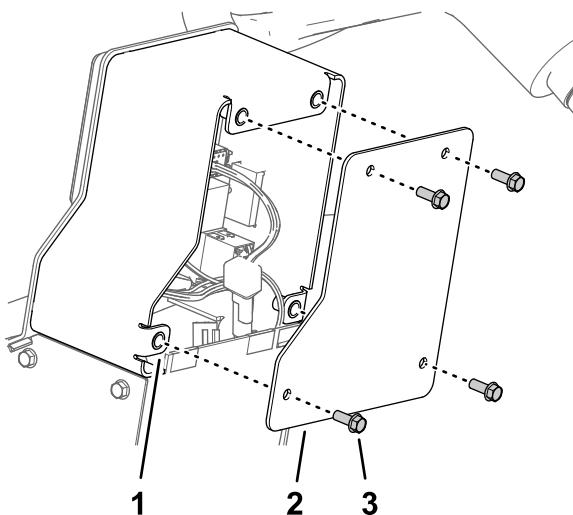

Figure 11
1. Retirez les 4 vis à embase (1/4 x 5/8 po) qui fixent le couvercle avant au bras de la console et déposez le couvercle (Figure 11).